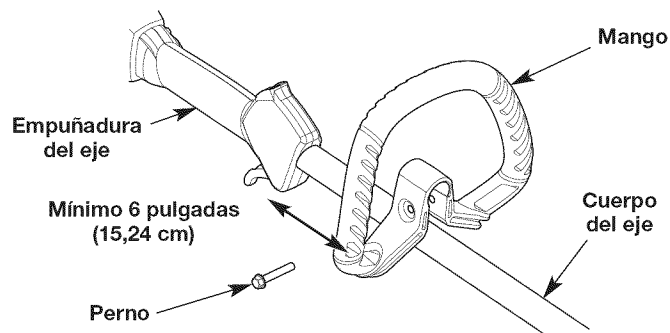

Fig. 2
1. Oprima la manija hacia abajo sobre el alojamiento del eje (Fig. 2). El orificio del perno de la manija debe quedar a la derecha.
2. Inserte el perno en el orificio del perno y oprímalo para que pase a través de él (Fig. 2). Apriete el perno con una llave tubular de 3/8" pero no apriete por completo.
3. Mientras sujeta la unidad en la posición de funcionamiento (Fig. 10), desplace la manija hasta la ubicación que le ofrece el mejor agarre. Ubíquela como mínimo a 6 pulgadas (15.24 cm) del extremo de la empuñadura del eje (Fig. 2).
1. Afloje el perno con una tubular de 3/8" (Fig. 2).
2. Mientras sujeta la unidad en la posición de funcionamiento (Fig. 10), desplace la manija hasta la ubicación que le ofrece el mejor agarre. Ubíquela como mínimo a 6 pulgadas (15.24 cm) del extremo de la empuñadura del eje (Fig. 2).